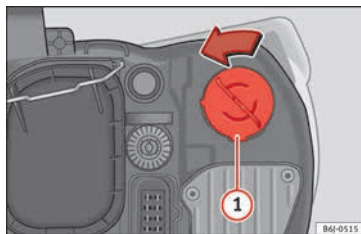

Abb. 101 Blinklicht
- Drehen Sie den Lampenträger » Abb. 101 ① nach links und ziehen Sie.